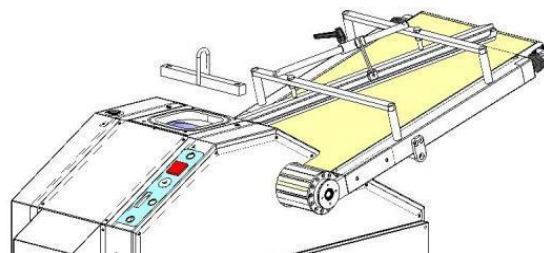

Рисунок 8: Установка машины
1. Удалить подъемный крюк из машины и затянуть винты на место (рис.8)